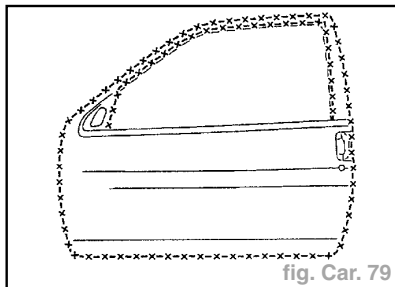

fig. Car. 79
- Découpage par meulage (fig. Car. 79)